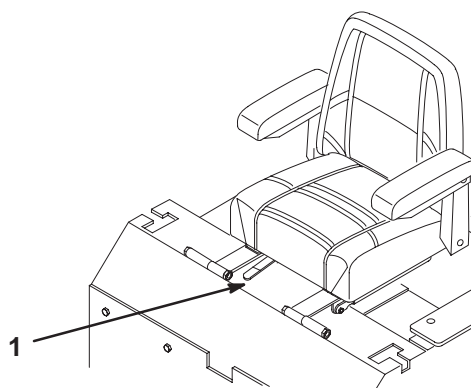

Abbildung 19
1. Zur Einstellung den Hebel zur Seite schieben, um den Sitz zu entriegeln (Abb. 19).